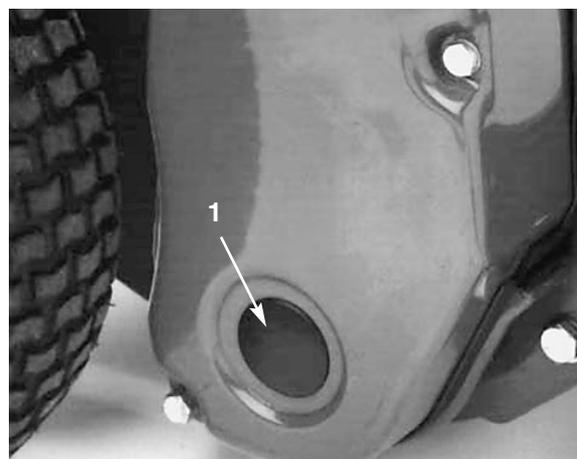

Figure 40
- Enlever l'obturateur bouchon du capot d'entraînement du cylindre droit (Fig. 40)